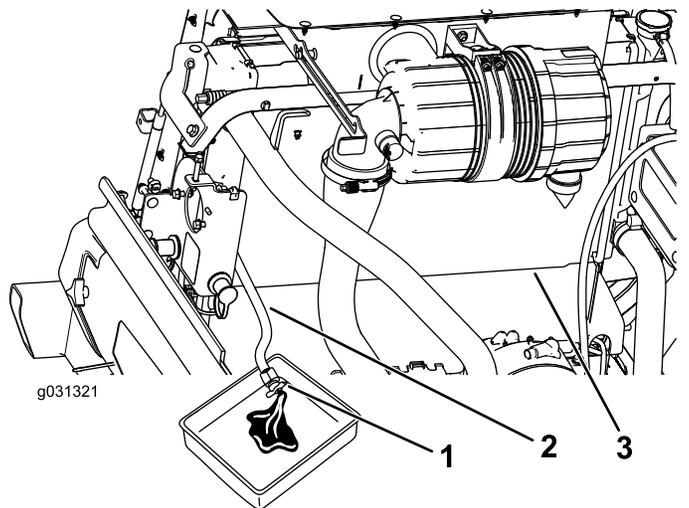

図 118
3. ラジエターからのドレンホースを容器の内部に入れ、ホースについているドレンバルブを開いて、冷却液を容器に回収する 図 118。
4. ドレンホースのバルブを閉じる 図 118。